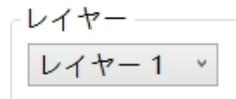

図 5.10.1c レイヤー選択ボックス
⑤レイヤーを設定することもできます。レイヤー1にのみデフォルトコマンドセットを設定する場合、レイヤー1を選択して設定します。すべての図形にデフォルトのコマンドセットを設定する場合、レイヤー選択ボックスをクリックし、残りの各レイヤーを選択してコマンドセットを設定します。レイヤー選択ボックスは図 5.10.1c の通りです。